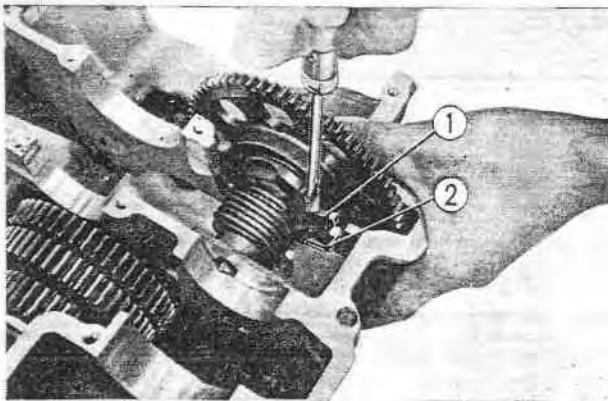

Fig. 3-95 ① Colletette de kick
1. Remonter le pignon de kick, la colletette de kick et le ressort de rappel dans le carter inférieur. (Fig. 3-95)